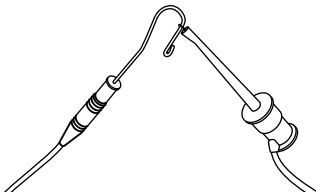

Fig. 8 Aktivera apexlokalisatorn med läppclips och filklämman
2. Kläm fast filklämman i läppclipset i ca 3 sekunder för att slå på apexlokalisatorn. Se fig. 8.